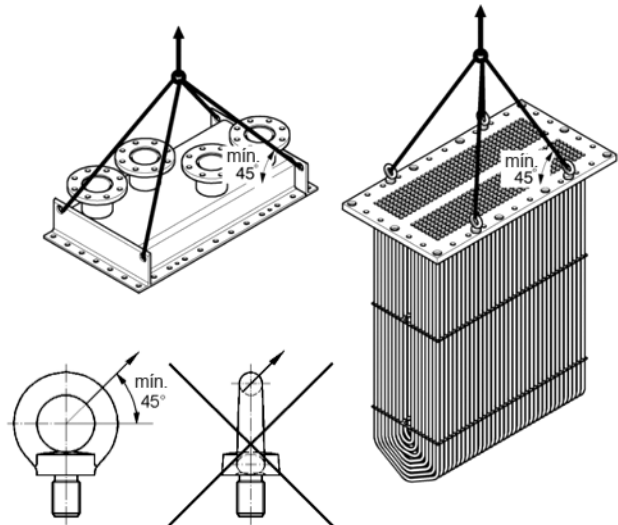

Ilustración 2. Elevación de la cubierta de agua y del haz tubular.
- Levante el haz tubular únicamente por cuatro pernos M16⁴ (DIN 580) Ajústelos en los 4 orificios roscados en la placa de tubos especialmente diseñada para esto. En el caso de que sea necesario, se podrán ajustar los pernos con las arandelas apropiadas. No inserte la punta de un gancho en los pernos, use un grillete. Proceda a la elevación utilizando únicamente los 4 pernos de forma simultánea (véase la ilustración 2). No inserte la punta de un gancho en los pernos, use un grillete.
- Eleve la cubierta de agua únicamente por los 4 orificios proporcionados en los extremos de la placa (véase la ilustración 2).